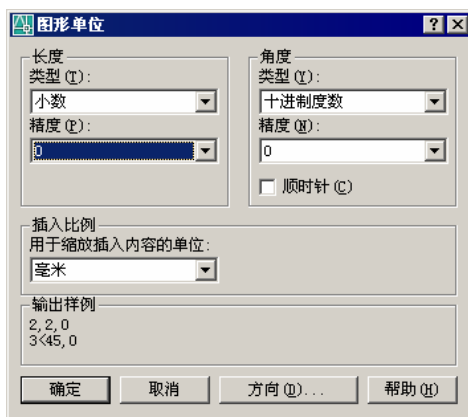

图 2-2
- ① 创建图形文件。选择【文件】/【新建】菜单命令，弹出【选择样板】对话框，单击【打开】按钮，创建一个新的图形文件。
- ② 设置图形单位。选择【格式】/【单位】菜单命令，弹出【图形单位】对话框。在【长度】选项组中，从【类型】下拉列表选择【小数】选项，从【精度】下拉列表选择【0】选项（即将精度设置为整数），如图 2-2 所示，完成后单击【确定】按钮。